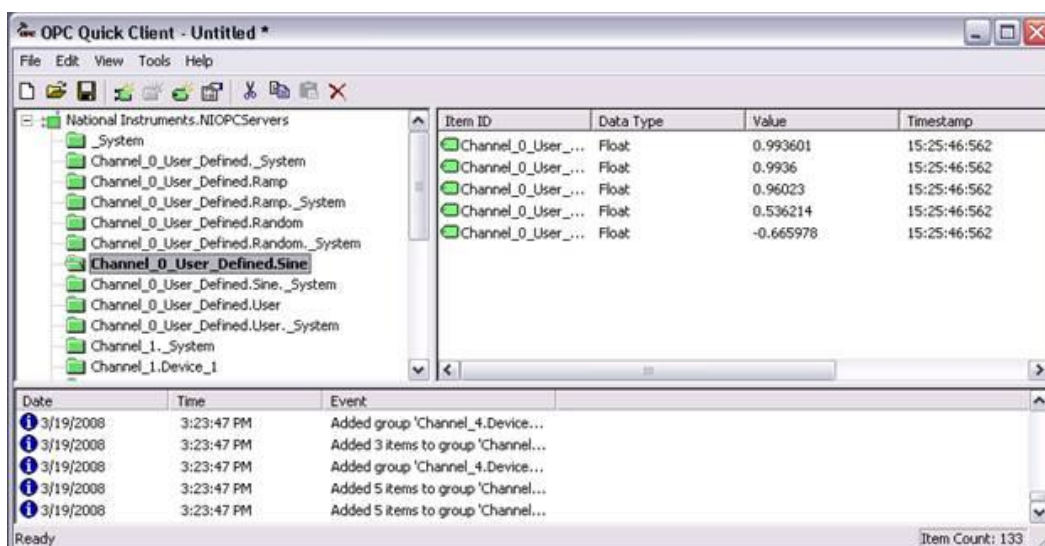

图 2：NI OPC 快速客户端显示仿真正弦 OPC 标签
3. 请注意所有的正弦标签都列出在右边的窗口中，并且如图 2 所示正在更新显示仿真正弦数据。